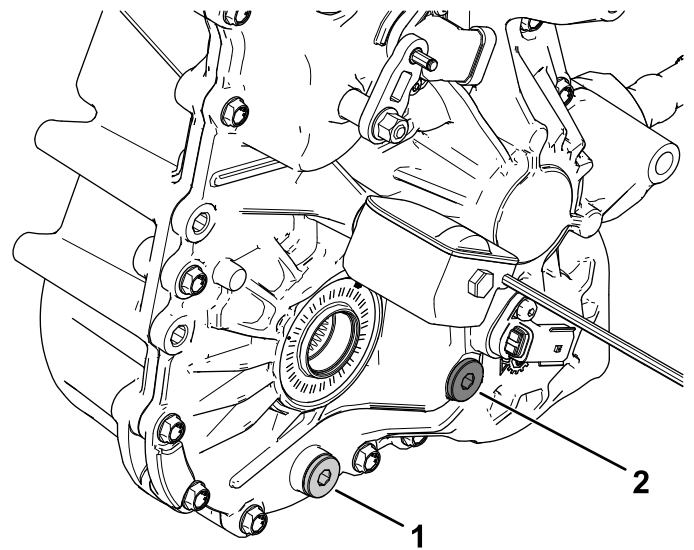

Figura 104
4. Retire el tapón de llenado del transeje (Figura 104).
5. Si el nivel de fluido es bajo, retire el tapón de llenado y añada el fluido especificado hasta que salga del orificio (Figura 104).
1. Coloque un recipiente debajo del tapón de vaciado (Figura 104).
2. Retire el tapón de llenado (Figura 104).
3. Retire el tapón de vaciado y deje que el aceite se drene completamente (Figura 104).